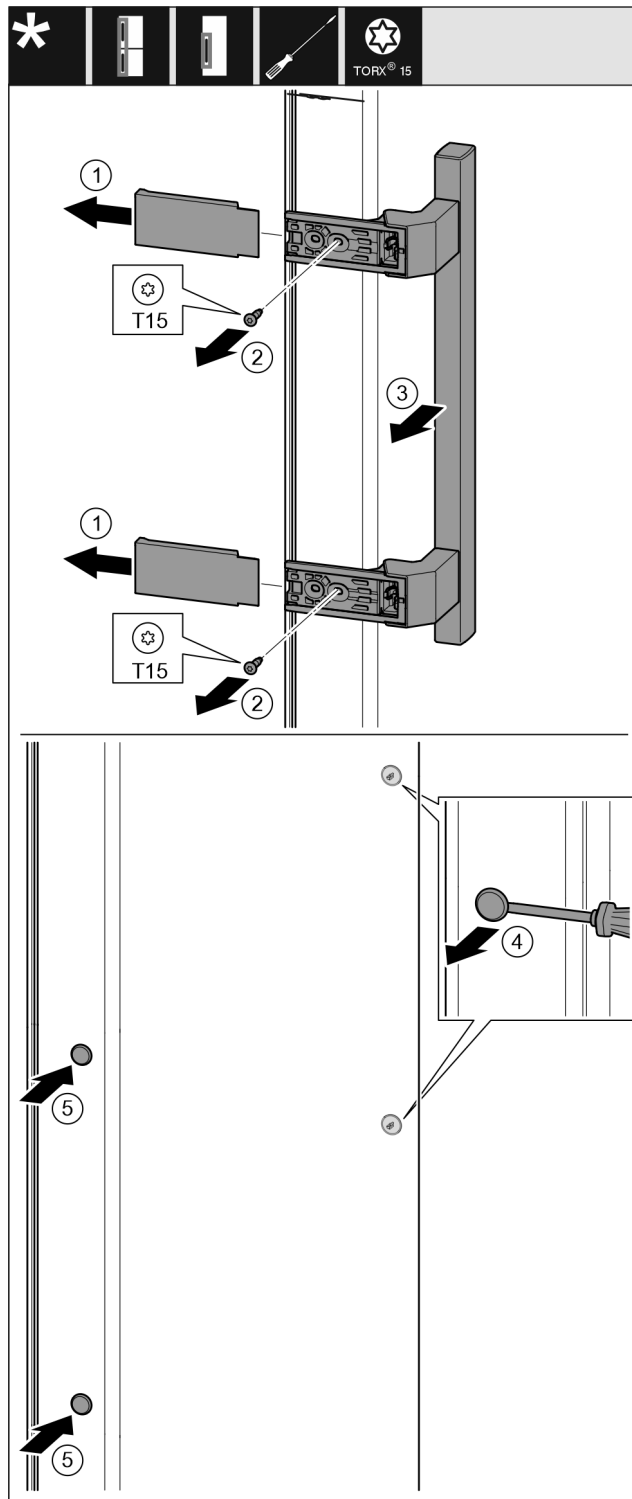

*Fig. 38*
- Extraer el casquillo de guía: Presionar la lengüeta con el destornillador para tornillos de cabeza ranurada y, simultáneamente, deslizar con el mismo destornillador por debajo del casquillo de guía. *Fig. 38 (1, 2)*
- Introducir el casquillo de guía incluido en el volumen de suministro en el otro lado de la carcasa. *Fig. 38 (3)*